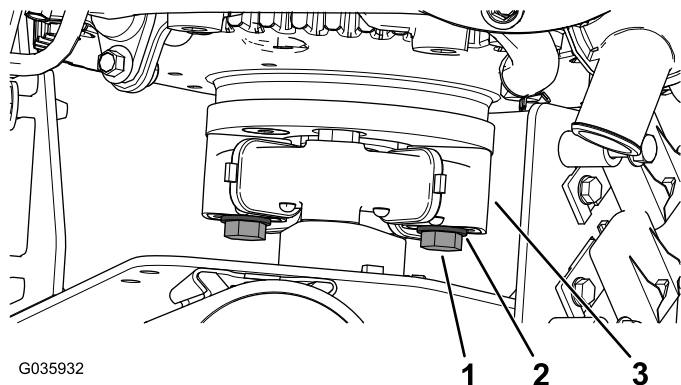

図 4
5. カップラアセンブリからボルト2本とワッシャ2枚を外す 図 4。